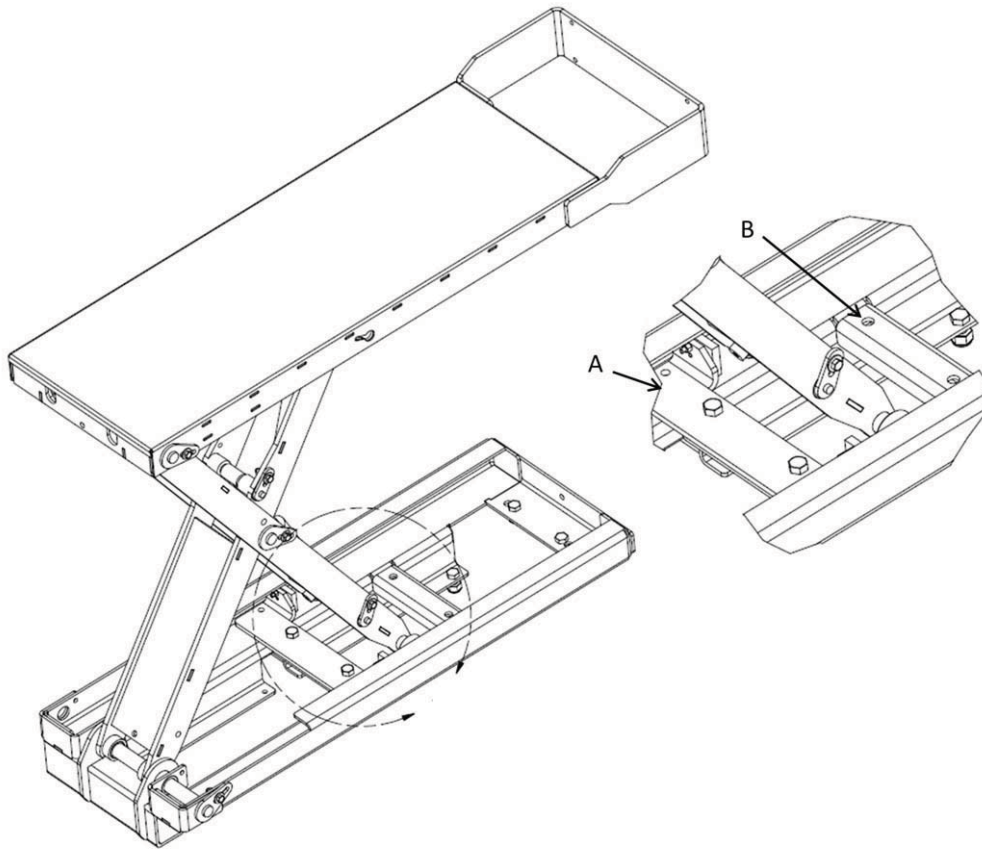

Figure 10 – Ajustement de la hauteur des plateformes à ciseaux
1. Retirez la butée de chacune des plateformes (butée installée à la position A dans la Figure 10 – Ajustement de la hauteur des plateformes à ciseaux) en enlevant les boulons qui la maintiennent en place.